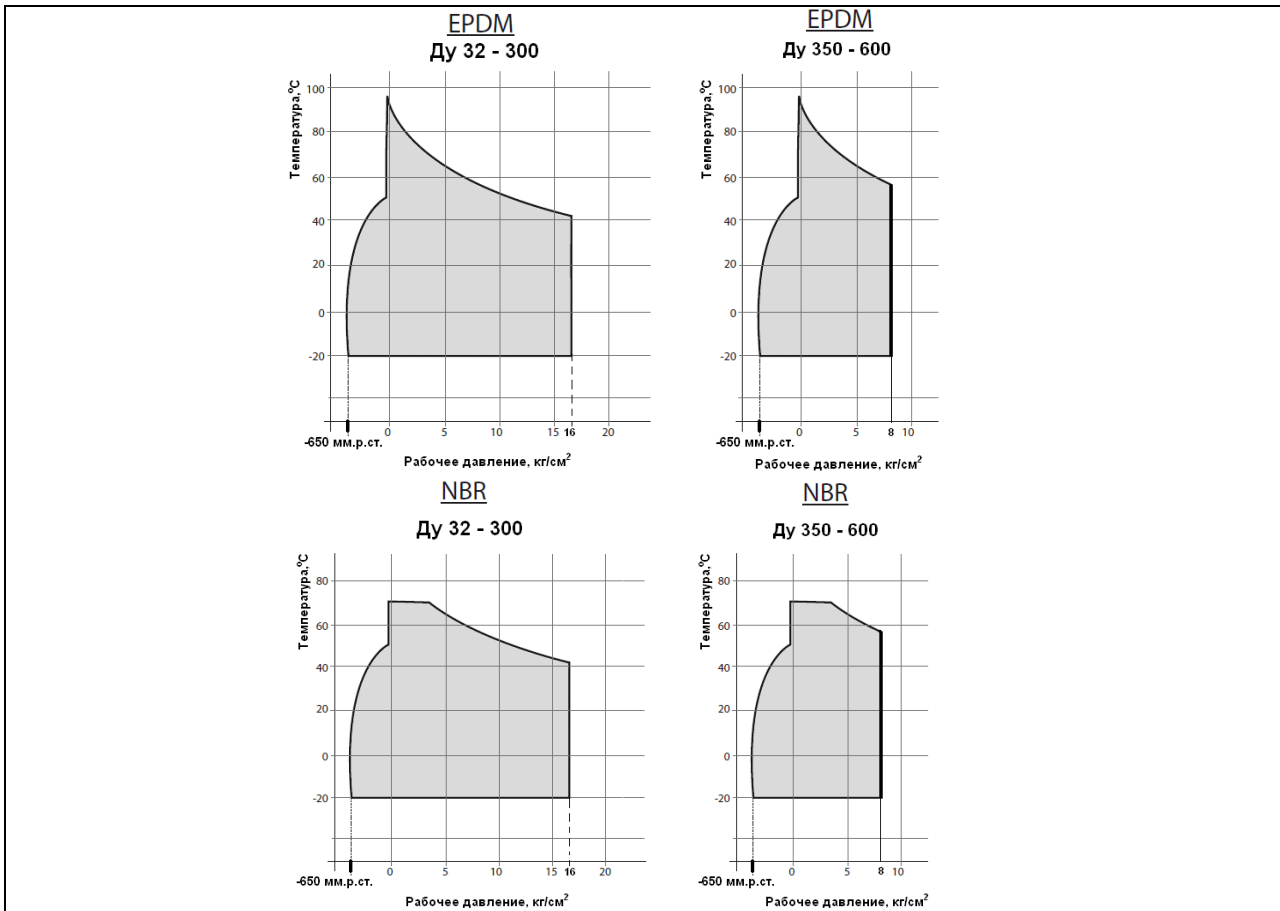

Рис. 5. Зависимость максимального рабочего давления от температуры перемещаемой среды для гибких вставок различных типов и диаметров.
* - На рис. 5 показаны графики зависимости максимального рабочего давления от температуры перемещаемой среды для гибких вставок различных типов и диаметров.